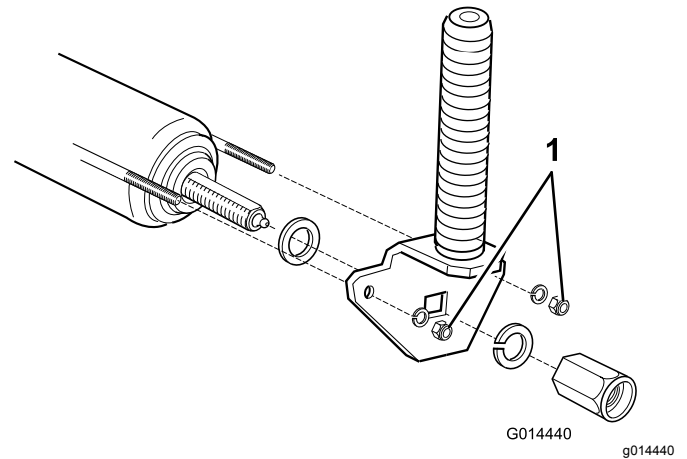

Figure 69
2. Serrez les écrous de 4 tours complets pour tendre correctement le fil (Figure 69).